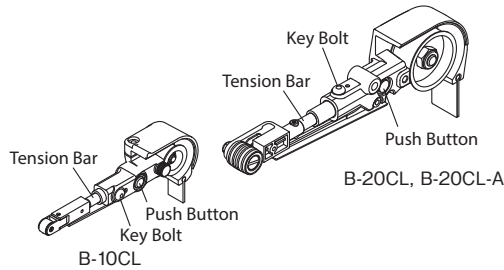

Fig. 14
- a) B-10CL, B-20CL, B-20CL-A (Fig. 14)